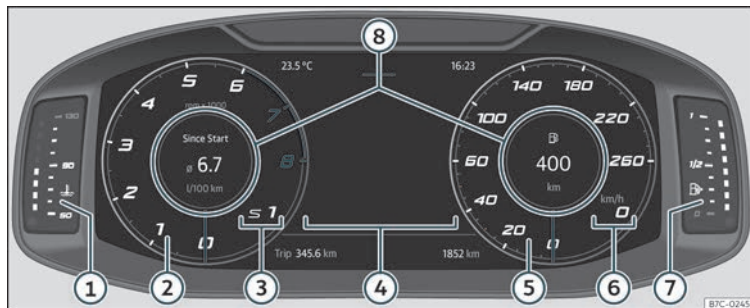

Fig. 57 Digital Cockpit no taboleiro de instrumentos (vista clásica).
Nas vistas **Clásica** e **Navegación** tense a posibilidade de personalizar a información que aparece en **Perfis de información** » **fig. 57** ⑧.
As agullas de revolucións por minuto e velocímetro aparecen en toda a súa lonxitude >>> **fig. 57.**